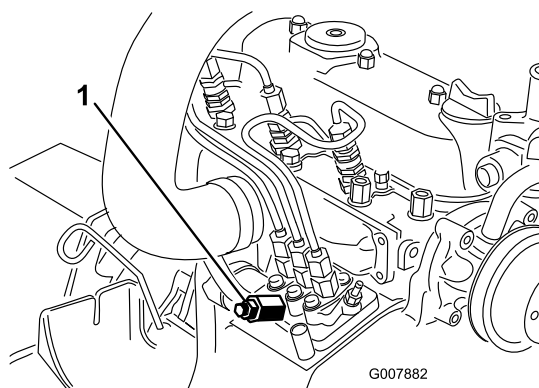

Рисунок 36
3. Поместите ветошь под продувочный винт топливного насоса высокого давления (ТНВД) и откройте его (Рисунок 36).